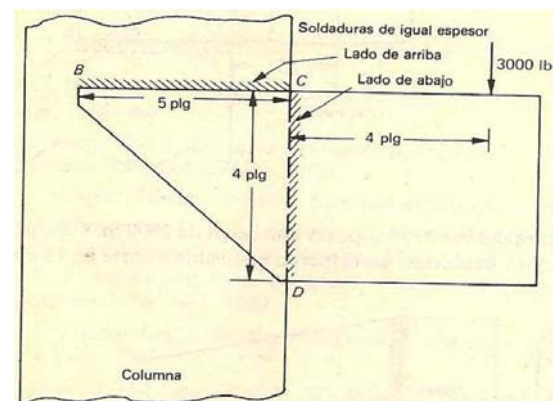

Figura 2.- Ménsula-Soporte
**PROBLEMA 3.-** (20 Puntos) La Figura 2 muestra una ménsula unida a una columna, fabricadas en Acero ASTM A-36, soportando una carga fluctuante de 0 a 1000 lb. Diseñar el cordón de soldadura adecuado para esta aplicación.